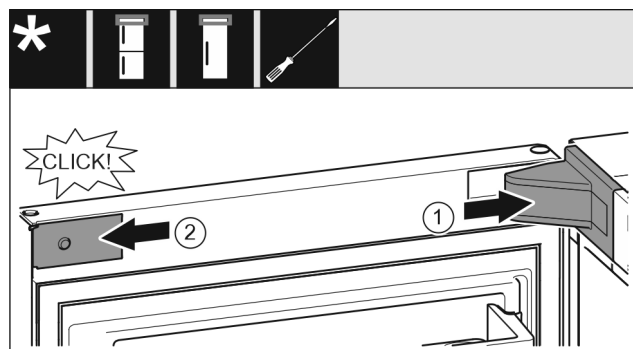

Fig. 24
- ▶ Nasadte kryt ložiskovej konzoly Fig. 24 (1) a zaklapnite, príp. opatrne roztlačte.
- ▶ Nasadte kryt Fig. 24 (2) z boku a zaklapnite ho.